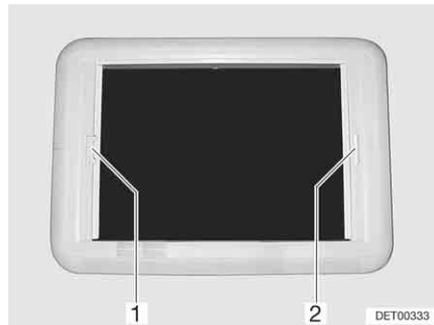

Bild 73 Heki-Dachhaube, Rollo-Verriegelung
- Verdunklungsrollo am Griff (Bild 73,2) zum gegenüberliegenden Griff des Insektenschutzrollos (Bild 73,1) ziehen und einrasten lassen.
- Mit der anderen Hand die Entriegelungsleiste am Griff des Insektenschutzrollos (Bild 73,1) in Richtung Griff drücken. Die Verriegelung wird gelöst.
- Insektenschutzrollo am Griff (Bild 73,1) zum gegenüberliegenden Griff des Verdunklungsrollos (Bild 73,2) ziehen und einrasten lassen.
- Insektenschutzrollo (Bild 73,1) am Griff festhalten und die Entriegelungsleiste in Richtung Griff drücken. Die Verriegelung wird gelöst.